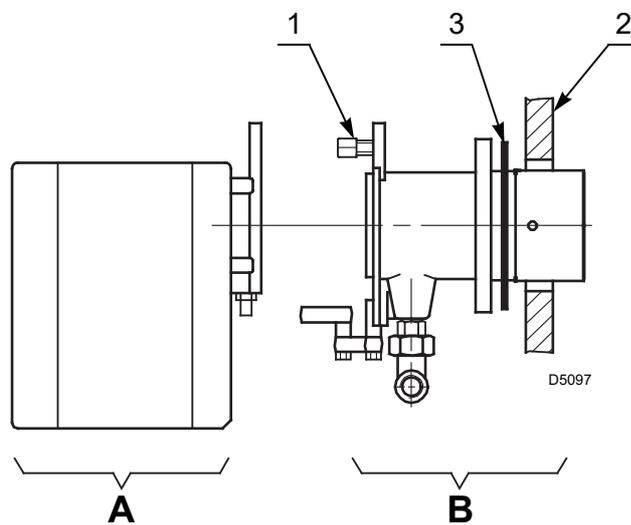

Abb. 9
- Den Flammkopf vom Brenner ausbauen, dazu die Mutter 1) abnehmen und die Gruppe A) herausziehen (Abb. 9).
- Die Gruppe B)(Abb. 9) an die Heizkesselplatte 2) befestigen und die beiliegende Isolierdichtung 3) einfügen.